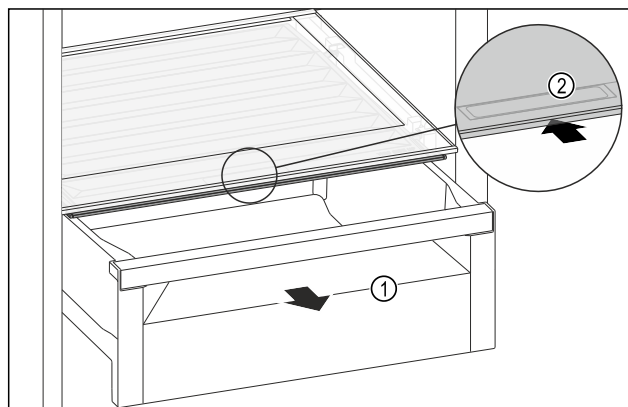

Fig. 138
- ▶ Izvlecite predal Fig. 138 (1).
- ▶ Primite prijemalno vdolbino Fig. 138 (2) na pokrovu predala in pokrov predala istočasno potisnite nazaj.